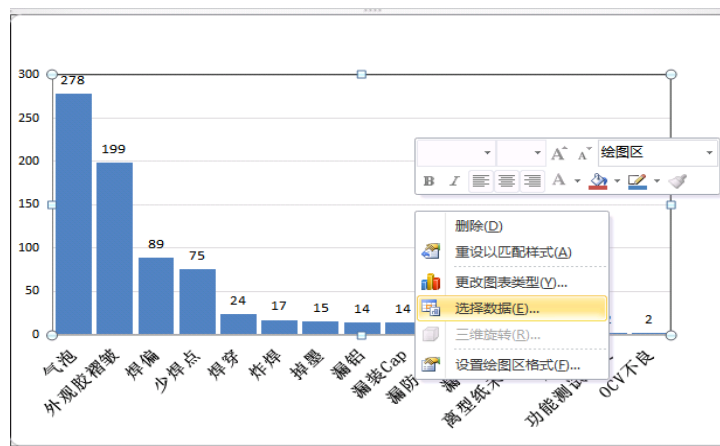

图 3-9 柱状图
(3) 制作第二个系列数组，单击图表选中，鼠标右键打开菜单，在菜单中单击“选择数据”如下图 3-9。